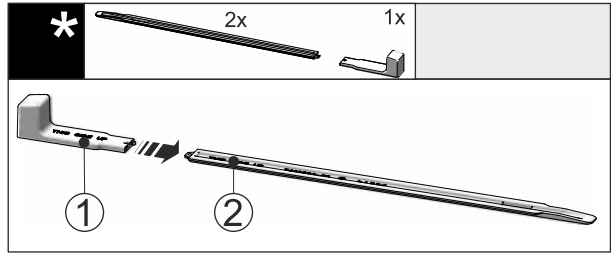

Fig. 48
- ▶ 将安装手柄 Fig. 48 (1) 插到水平导轨 Fig. 48 (2) 上。